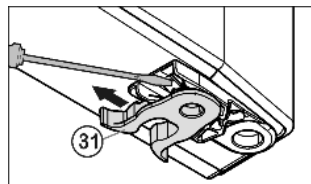

Fig. 11
- Spostare il Fig. 11 (31) morsetto a molla: Premere verso il basso il dentino antisfilamento, estrarre il morsetto a molla tirando verso l'alto.